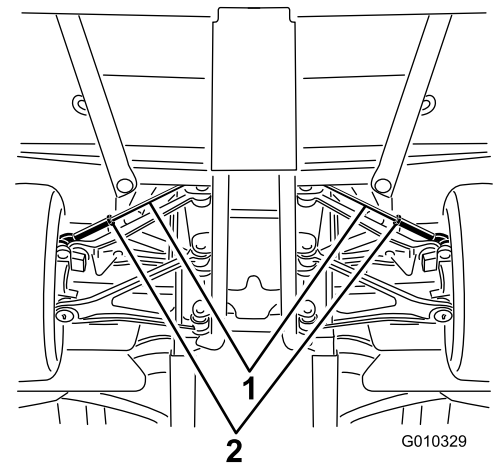

**Figura 56**
2. Mida la distancia entre centros (a la altura del eje) en la parte delantera y trasera de los neumáticos de dirección (Figura 56).